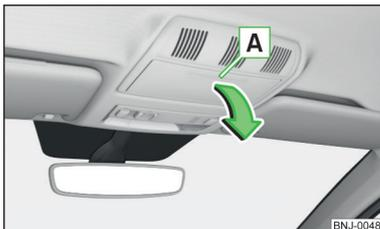

Fig. 76
- Para **abrir**, presionar sobre la tapa del compartimento para gafas en la zona **A**. El compartimento se abre en el sentido de la flecha » fig. 76.